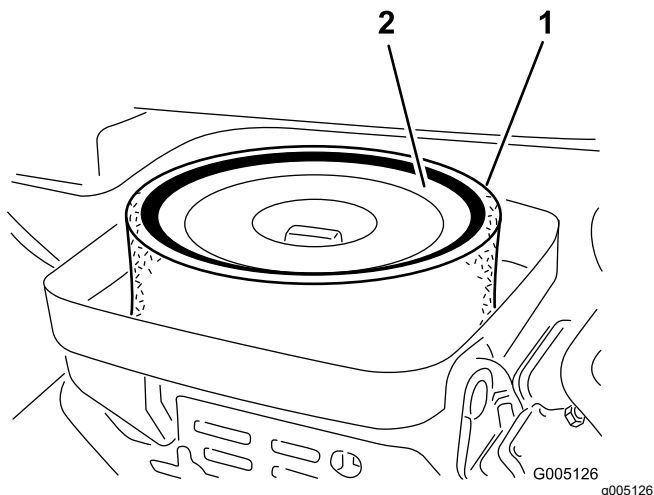

Figura 28
3. Remova a porca-borboleta de fixação dos elementos ao corpo do filtro de ar (Figura 28).
4. Se o elemento de espuma estiver sujo, remova-o do elemento de papel (Figura 28). Limpe-o minuciosamente, seguindo o procedimento abaixo: